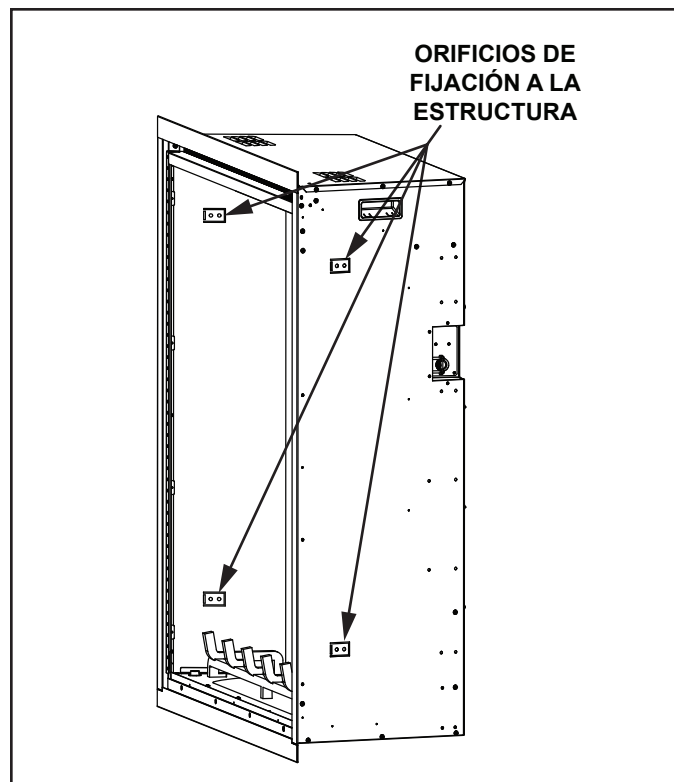

Figura 7.2 Ubicación de los orificios de fijación a la estructura de montaje
7. Fije el dispositivo a la estructura de montaje con cuatro (4) tornillos para madera ST4×40 en los puntos de fijación provistos para la estructura de montaje. Consulte la Figura 7.2.